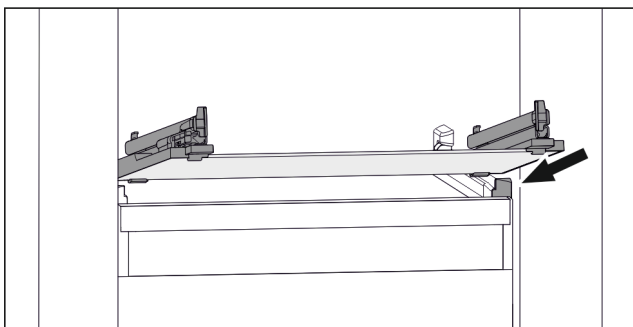

Fig. 73 Reprezentare exemplificativă a plăcii de sticlă
- ▶ Așezați placa de sticlă oblic în spatele opritoarelor. (vezi Fig. 73)